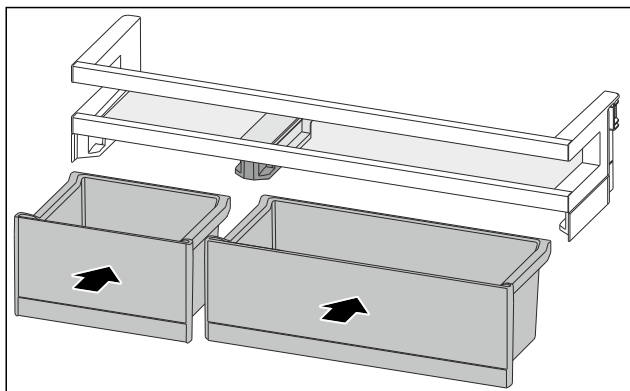

Fig. 128
- Umetnite kutije VarioBox izmijenjenim redoslijedom. (pogledajte Fig. 128)